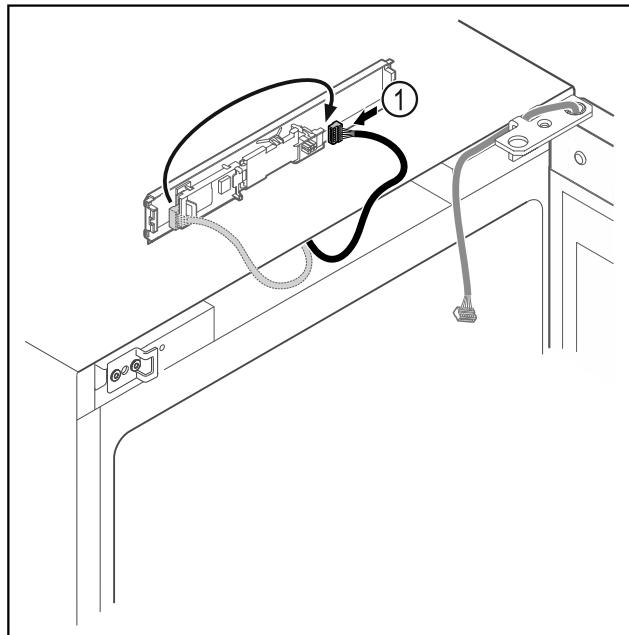

Fig. 21
- ▶ Μεταφέρετε το φίς Fig. 21 (1) στην πλακέτα.